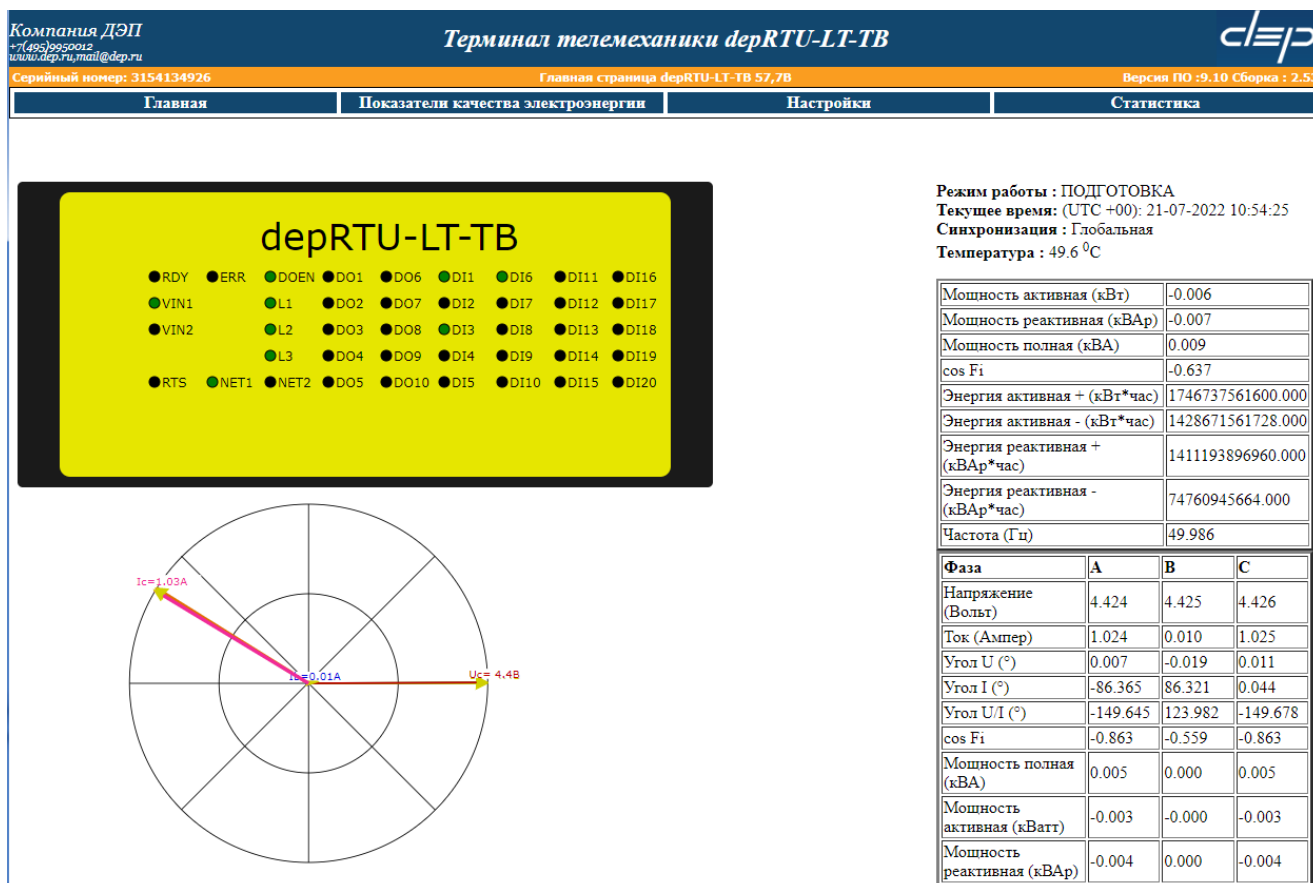

Рис. 3.1. Главная страница web-интерфейса устройства (на примере depRTU-LT-TB).
Главная страница содержит следующую информацию и гиперссылки (рис. 3.1):
- в окне управления устройством (см. рис. 3.1) выбрать ссылку «Настройки»;